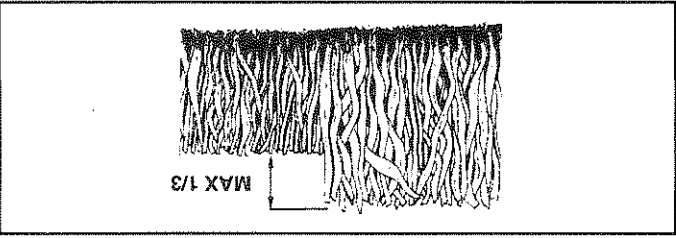

FIG. 10
- Para obtener los mejores resultados, ajuste la altura del corte de la segadora de modo que ésta corte solamente el tercio superior de las hojas de césped (Vea la Fig. 10). En el caso de que el césped haya crecido demasiado, puede ser necesario el elevar la altura del corte para reducir el esfuerzo necesario para empujar la segadora y para evitar sobrecargar el motor, dejando montones de recortes de césped. Para un acolchamiento muy pesado, reduzca el ancho del corte pasando por encima del lugar anteriormente cortado y siga lentamente.